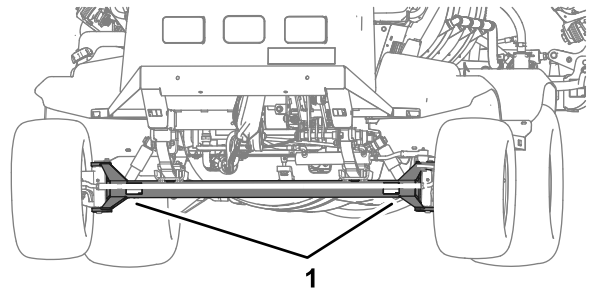
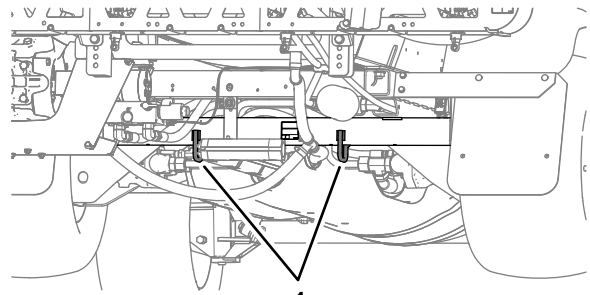

図 58
図 59
- 本機をトラックなどに載せて確実に固定する 図 58 と 図 59 に示すロープ掛けポイントを利用する。